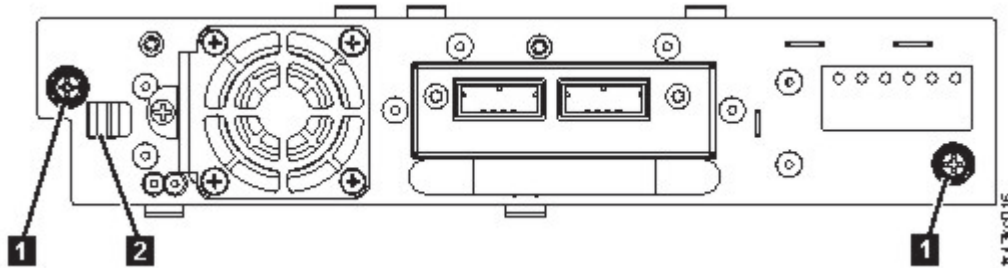

Abbildung 62. Laufwerk entriegeln
- Lösen Sie die blauen Rändelschrauben (**1** in Abb. 62) am Bandlaufwerk. Drücken Sie den Feststellhebel (**2** Abb. 62) nach rechts und ziehen Sie den Griff des Bandlaufwerks gerade zurück, um das Bandlaufwerk aus der Einheit auszubauen. Stützen Sie beim Ausbauen die Unterseite des Laufwerks mit der Hand ab.